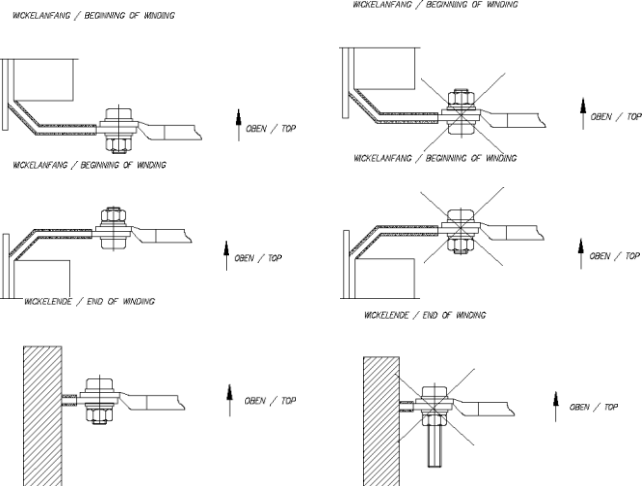

Abbildung 1: Prinzipskizzen Verschraubung am elektrischen Anschluss, Wickelanfang optional oben oder unten
Der notwendige Mindestabstand aufgrund der elektrischen Schlagweite am Anschluss ist dadurch sicherzustellen, dass der Kabel- oder Schienenanschluss verschraubt wird wie in Abbildung 1 prinzipiell dargestellt. Der Kabelschuh oder der Anschlusschiene ist oben auf dem Produktanschluss angeschraubt. Die Position der Schraubenköpfe wird durch die Lage des Wickelanfangs bestimmt. Ist der Wickelanfang unterhalb des Wickels, dann sind die Schraubenköpfe oben (mittig). Am Wickelende werden die Schraubenköpfe oben positioniert (unten). Die Länge der Schrauben sollte möglichst kurz sein. Als Maximallänge sind in der Prüfung 50 mm Schraubenlänge vorgesehen.
- Verschrauben Sie den Anschluss immer so, wie in Abbildung 1 links dargestellt.